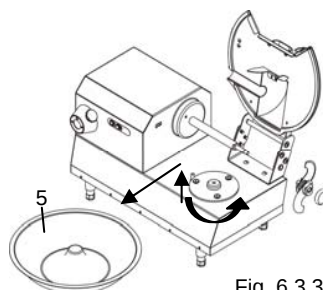

Fig. 6.3.3
- Girar en sentido antihorario el depósito "5" Fig. 6.3.3 para que desenganche de la sede.
- Después de ejecutar el procedimiento descrito en el punto 6.4 extraer el tubo Ref. 6 Fig. 6.3.3.